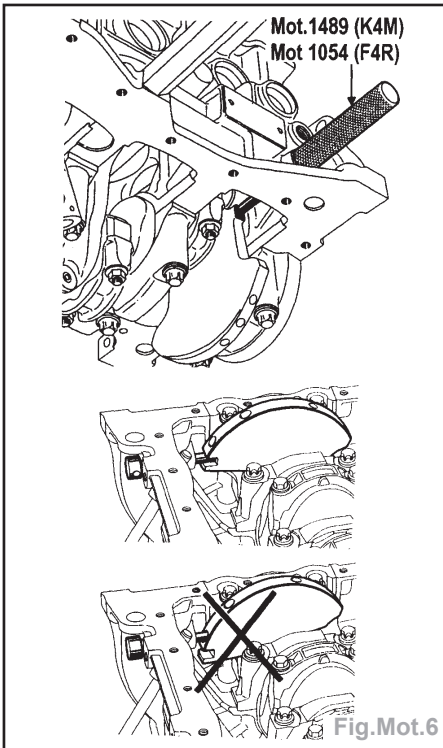

Fig.Mot.6
- visser la pige de PMH puis effectuer une rotation moteur dans le sens horaire (côté distribution) afin d'amener lentement et sans à coups le vilebrequin en appui sur la pige (Fig.Mot.6).
Important : Contrôler que la pige soit bien dans le trou de PMH et non dans un trou d'équilibrage (Fig.Mot.6).